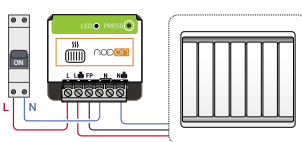

Figure 1
- 3 Câblez le module selon le schéma en figure 1.